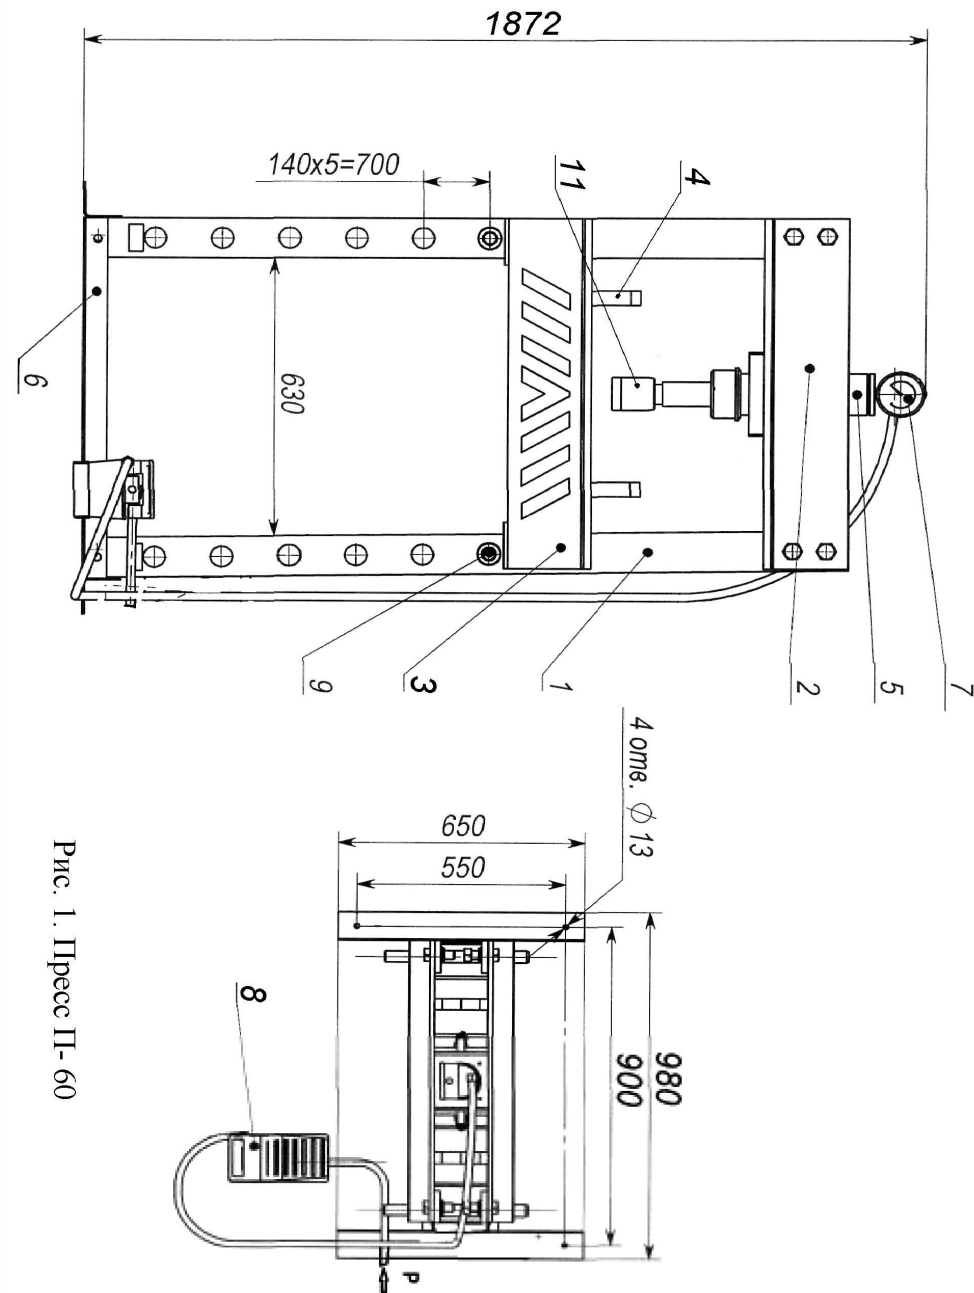

Рис. 1. Пресс П-60
- рама, состоящая из двух стоек поз. 1 (см. Рис.1), балки верхней поз. 2, балки опорной поз. 3 и основания поз. 6;
- 6.4. Присоединить рукав от пневмосети или компрессора к присоединительному ниппелю пневмогидравлического насоса 8 (см. Рис. 1). Установить рабочее давление сжатого воздуха в диапазоне 8...14 кгс/см².